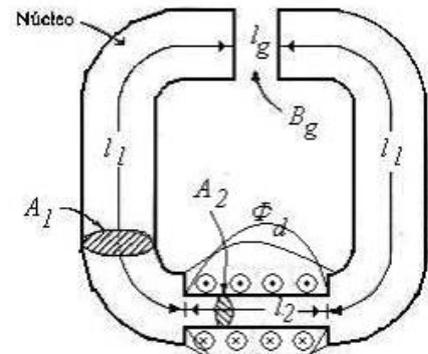
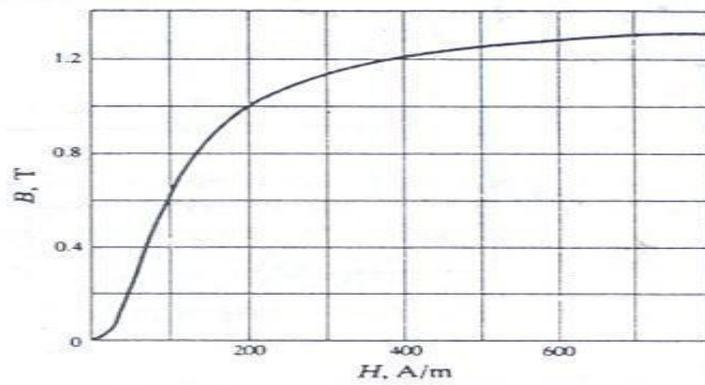

Fig. 10
Fig. 11
7.-Un circuito magnético compuesto en el que varía la sección transversal se muestra en la Fig.10; la porción de hierro tiene las características B-H de la Fig. 11. Datos  $N = 100$  vueltas;  $l_1 = 4l_2 = 40$  cm;  $A_1 = 2 A_2 = 10$  cm2;  $l_g = 2$  mm; flujo de dispersión  $\phi_1 = 0,01$  mWb. Calcúlese la corriente  $I$  necesaria para establecer una densidad de flujo en el entrehierro de 0,6 T.